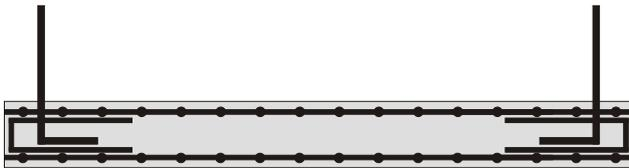

Рис.1
- Как показано на рис. 1 вставляют уголки диаметром 12 мм с размерами 35/55 см